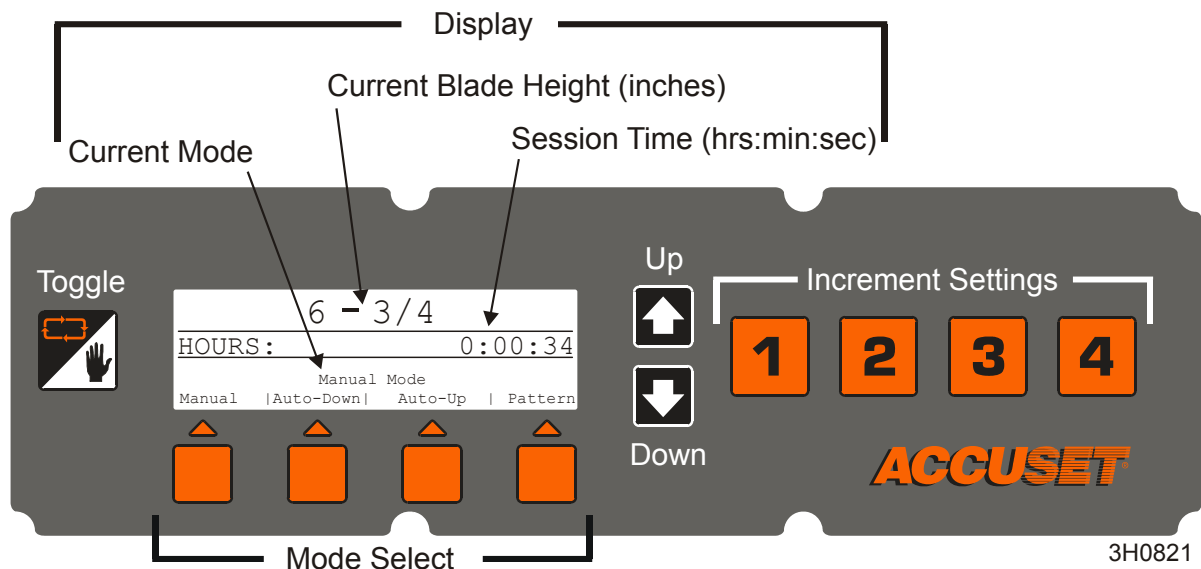

FIG. 1-1
Voir **Figure 1-1**. Placez la clé de contact sur la position accessoires (3). L'Accuset démarre en Mode Manuel par défaut. Voir la figure ci-dessous pour l'identification des boutons de commande et l'affichage.